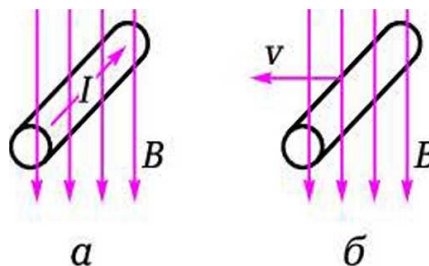

Рис. 4.4. Проводник с током в магнитном поле: а — к задаче 3; б — к задаче 4
= 1,3 Тл (рис. 4.4, а). Определите значение и направление силы, действующей на проводник.
4. Проводник длиной $l = 10$ см перемещается в магнитном поле с индукцией $B=1,3$ Тл (рис. 4.4, б). Скорость перемещения проводника $v = 100$ см/с. Определите значение и направление ЭДС в проводнике.